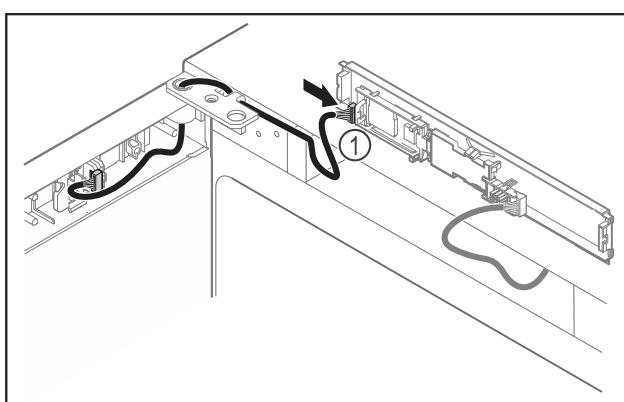

Fig. 42
- ▶ Подключите штекер Fig. 42 (1) к панели.